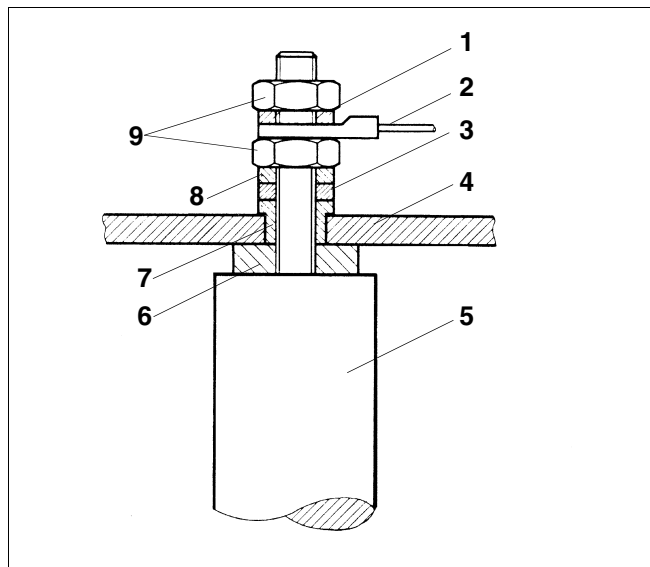

Рис. 4 Резьбовая цапфа М8 с контргайкой
Применяется на TBS-Isocal ST / SE / SF / TT / LT / L / S 150 - 300 / SU 300 (рис. 4).
- Отсоединить кабель заземления от магниевого анода (рис. 4, поз. 2).
- Снять крышку люка вместе с анодом (рис. 4, поз. 4).
Проверьте изолирующую втулку и уплотнение (рис. 4, поз. 6 и 7).
Экспликация к рис. 4: резьбовая цапфа М8 с контргайкой